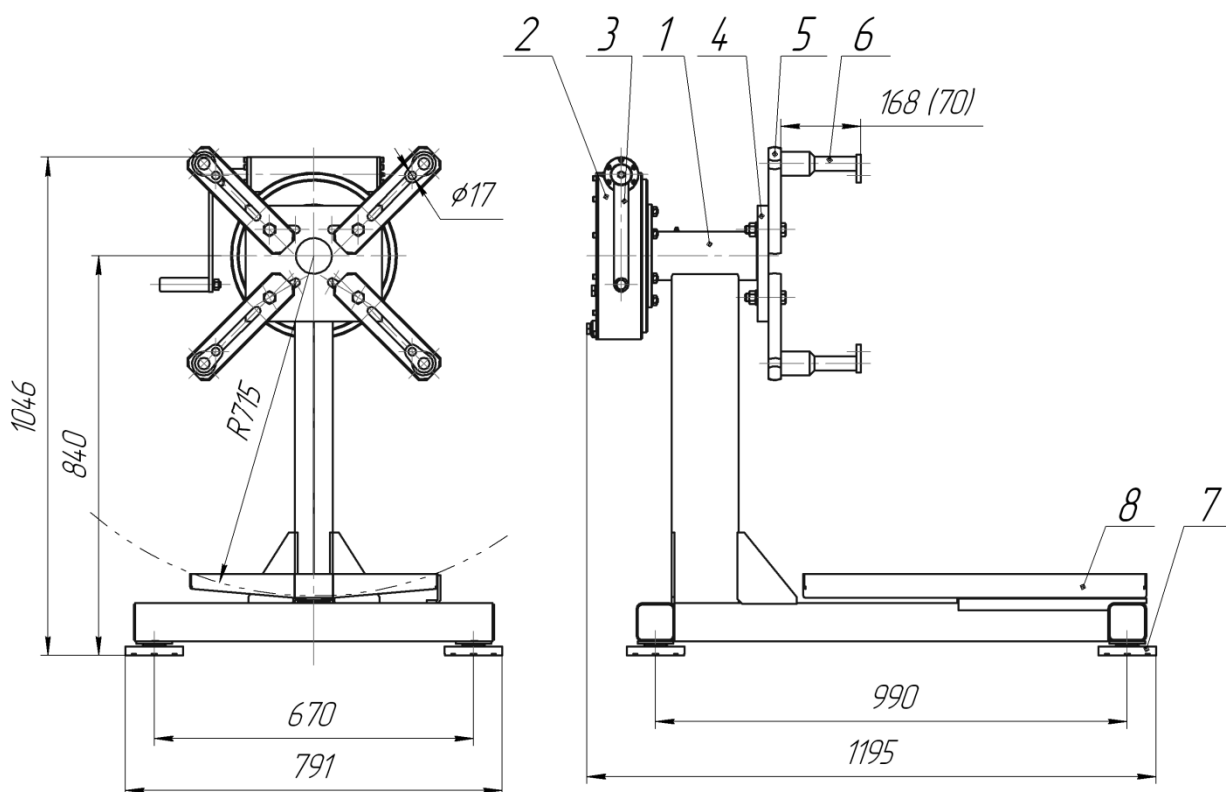

Рис. 1 Стенд P500E
4.1. На двигатель закрепляются адаптеры 6 (рис. 1). Двигатель адаптерами крепится к кронштейнам 5, которые установлены на шпинделе 4. Вращением рукоятки 3 через червячный редуктор 2 двигатель поворачивается в положение наиболее удобное для работы.
Для предотвращения загрязнения рабочего места при разборке двигателя ГСМ под двигатель установить поддон (поз. 8 рис.1).